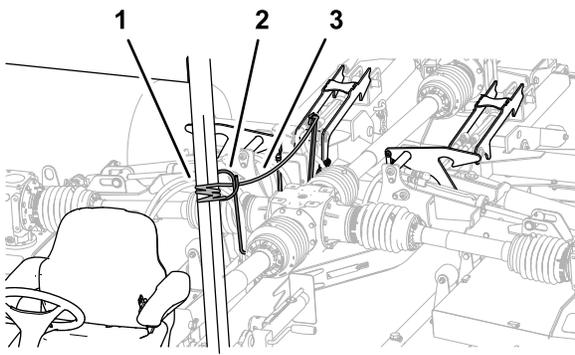

Figura 35
5. Tire y sujete la cuerda de bloqueo de las carcassas (Figura 35).